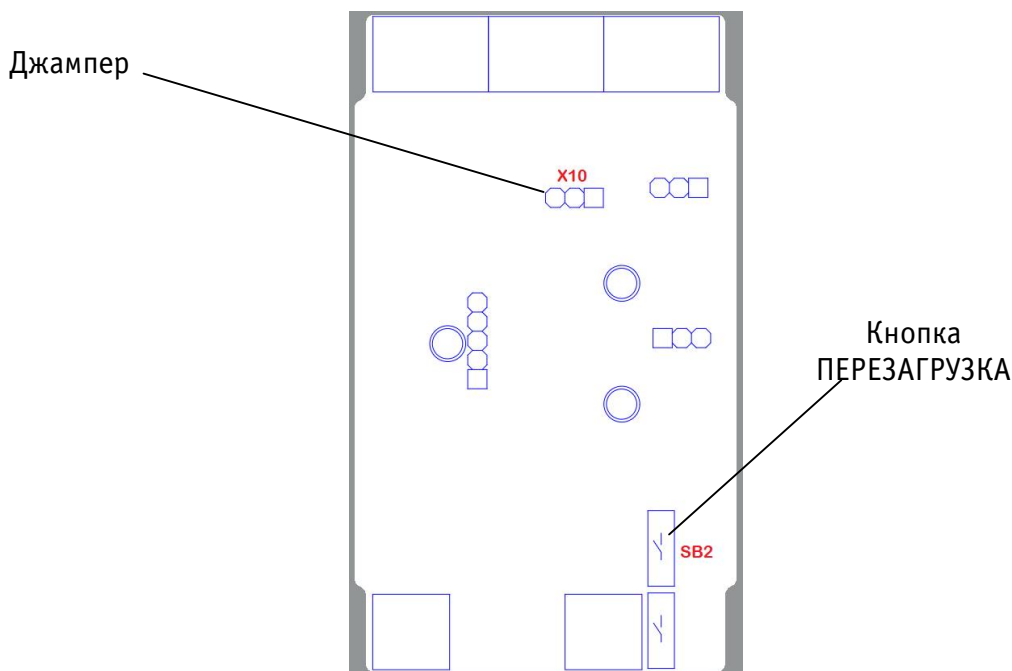

Рисунок 3 – Расположение кнопки и джампера на плате
- нажать кнопку SB2 ПЕРЕЗАГРУЗКА один раз (рис. 3);